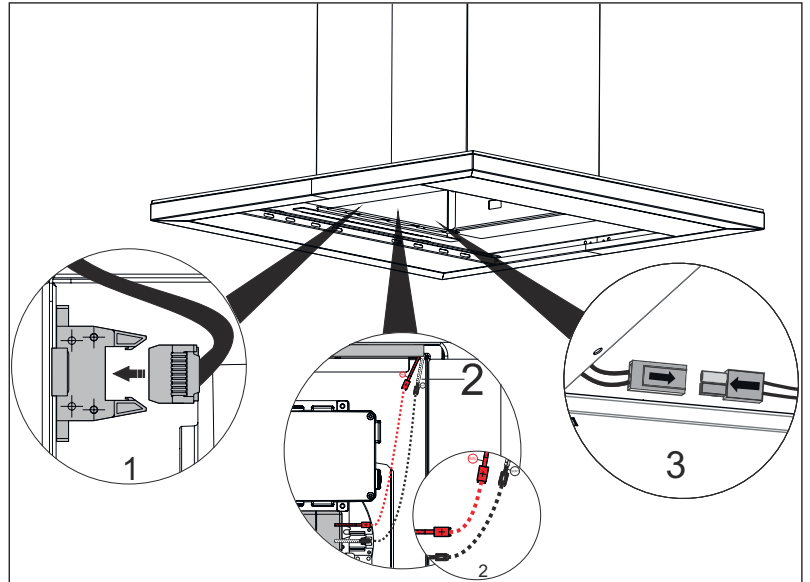

Fig. 15
1. ➤ 1. Demontere fedtfilterne og find datakablet, som kommer fra betjeningspanelet. Bemærk! Den kan være gemt i et hjørne. Datakablet skal føres til stikket og klikkes i, som vist i (Fig. 15/1) punkt 1.
2. ➤ 2. Find ledningerne til belysningen, som har et "+" og et "-" markeret i enderne. De skal forbindes med ledningerne som kommer fra belysningen ved bunden af emhætten. Disse ledninger og også markeret med et "+" og "-". Bemærk ledningerne til lyset kan være skjult i et hjørne. Forbind disse ledninger, som vist i (Fig. 15/2) punkt 2.
3. ➤ 3. Der vil være ledninger, som kommer fra transformeren og de skal forbindes med stikket som kommer fra belysningen ved bunden af emhætten. Bemærk ledningerne til lyset kan være skjult i et hjørne. Forbind disse stik, som vist i (Fig. 15/3) punkt 3.